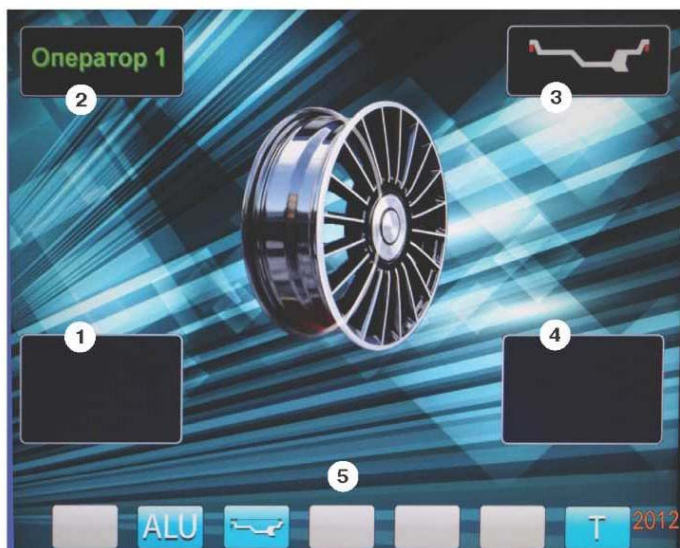

рис.8.2.
8.3. После включения питания СБ на экране монитора отображается фирменная заставка, которая через несколько секунд сменяется отображением экрана основного рабочего режима (рис. 8.2).
введения размеров колеса установился экран ввода геометрических параметров, необходимо перейти в экран основного рабочего режима нажатием кнопки «STOP». Для выбора нужной схемы нажмите кнопку верхнего ряда клавиатуры с соответствующим номером. Выбранная схема установки грузов отображается в окне 3 экрана основного рабочего режима (рис. 8.2).
12.2 При включении СБ программа измерения дисбаланса настраивается таким образом, что дисбаланс менее 5г (заводская установка) на любой плоскости коррекции не показывается, в этом случае в окнах 1 и 4 (рис. 8.2)
12.3.4. Для проверки результатов балансировки снова запустите СБ. Если колесо отбалансировано правильно, на индикаторах 1 и 4 (рис. 8.2.) отображаются символы «ОК».